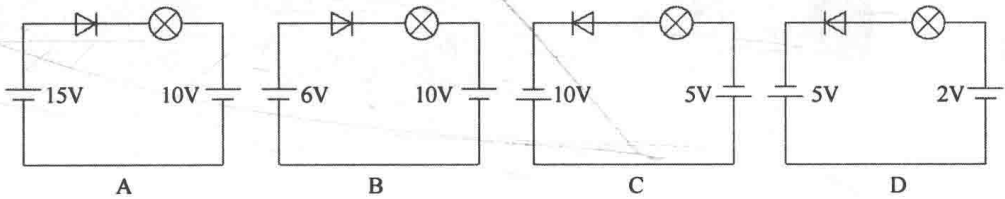

图 1-2
20. 在图 1-2 所示电路中，_____图的小指示灯不会亮。